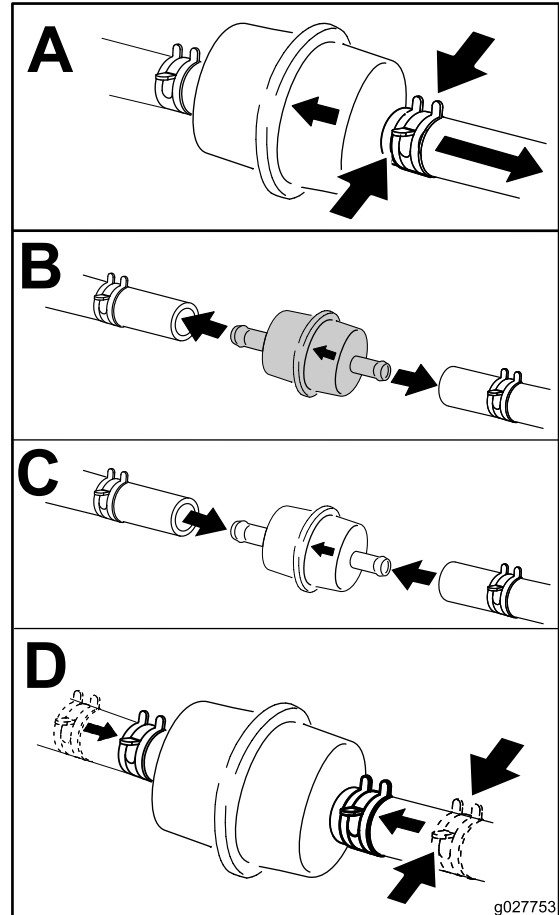

Figura 40
3. Cambie el filtro en línea (Figura 40).